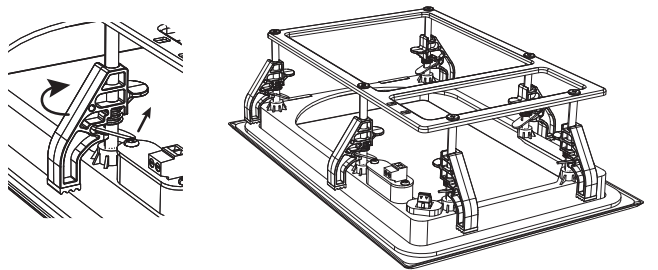

図 5. 取り付けクランプの調整
2. フレームのすべての取り付けクランプを調整して、収納位置に配置します（図 5 および 6）。それらは、バネ仕掛けの金属タブを引っ張ってから、クランプを取り付けポストに沿って動かし、横に回転させることによって調整されます。これにより、フレームが乾式壁の開口部に収まるようになります。